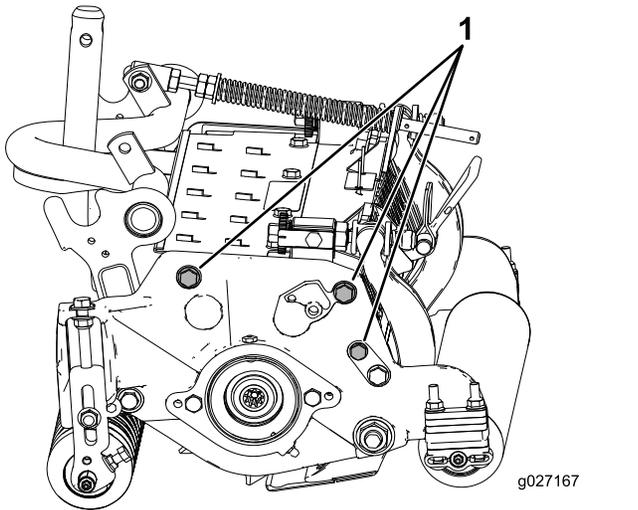

Figure 15
**Remarque:** La position du rouleau arrière par rapport au cylindre est contrôlée par les tolérances d'usinage des composants assemblés et le réglage du parallélisme n'est donc pas nécessaire. Un réglage limité est possible en plaçant l'unité de coupe sur un plan de travail et en desserrant les vis d'assemblage de la plaque latérale (Figure 15). Ajustez et serrez les vis d'assemblage à un couple de 37 à 45 N·m.